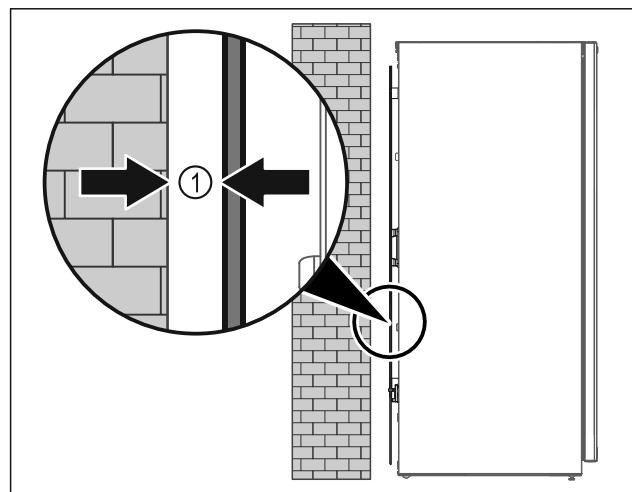

Fig. 6
- Установите устройство или свободно в помещении или прямо к стене на расстоянии 5 мм Fig. 6 (1).